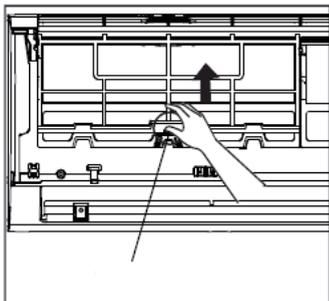
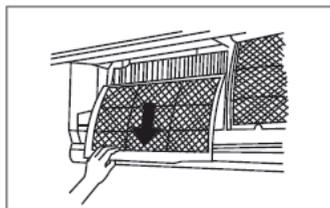

fig. 15 -
fig. 16 -
3. Wyjmij filtry, przesuwając środkowe zatrzaski w górę, aż zostaną one zwolnione z uchwytu i pociągnij je w dół ("fig. 15 -" e "fig. 16 -").